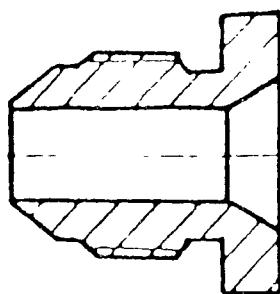

Рис. 6.29. Предохранительная
- 19.7. Снятую трубку 16.75.0660 по пункту 19.5. прочистить проволокой Ø 1,5-2 мм. Внутренний канал трубы прочистить только со стороны крепления её к штуцеру сублимирования на сопловом аппарате на длине 15-20 мм. После этого гайку трубы навернуть на предохранительную втулку UMR-887R (рис. 6.29) до упора, предохраняя конус трубы от повреждений.